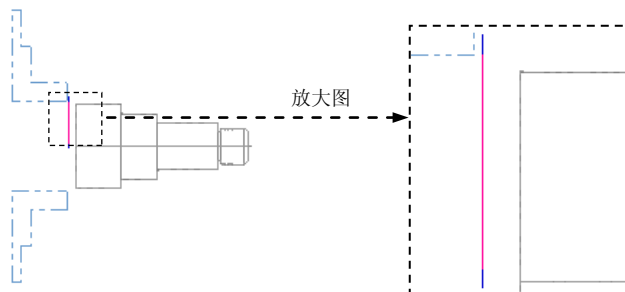

图 8.6.7 刀具路径
Step2. 在“车削截断 属性”对话框中单击  按钮，完成刀具的选择，此时系统将自动生成图 8.6.7 所示的刀具路径。
(1) 在“操作管理”中单击上一步创建好的刀路节点，系统弹出“刀路模拟”对话框及“刀路模拟控制”操控板。
(2) 在“刀路模拟控制”操控板中单击按钮，系统将开始对刀具路径进行模拟，结果与图 8.6.7 所示的刀具路径相同，在“刀路模拟”对话框中单击按钮。